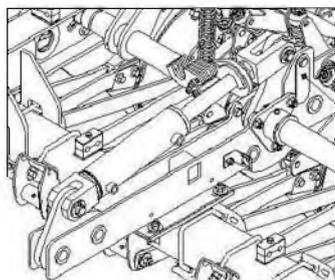

Рисунок 4.
Извлекь фиксаторы (2 шт) механизмов подъема секций. В случае если фиксатор заклинило, установить такое положение центрального гидроцилиндра, при котором фиксатор (1) (рис.4) можно будет вынуть из положения – "при транспортировании".